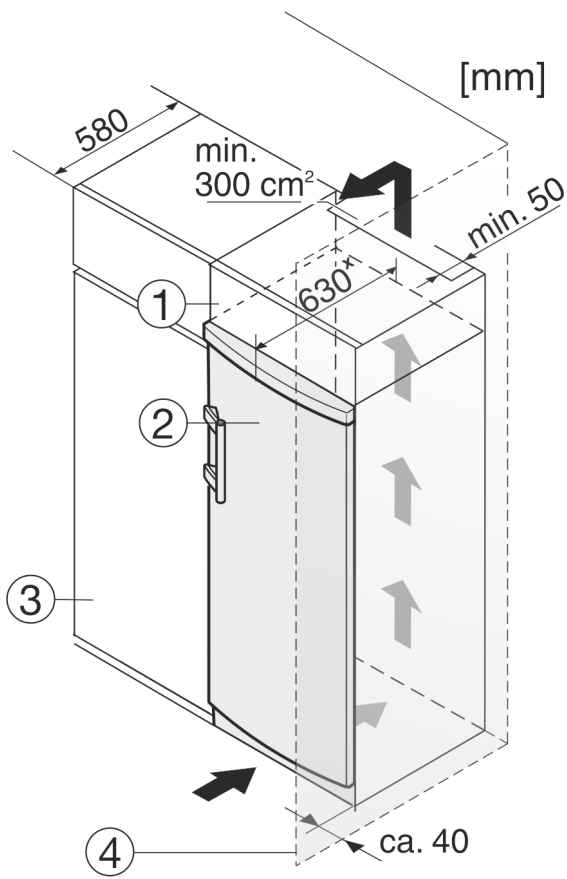

Fig. 9
Устройство может быть окружено предметами кухонной обстановки. Чтобы уравнять устройство *Fig. 9 (2)* по высоте с кухонной стенкой, можно установить над устройством соответствующий дополнительный шкафчик *Fig. 9 (1)*.
При комбинировании с кухонными шкафами (глубина макс. 580 мм) устройство можно установить непосредственно рядом с кухонным шкафом *Fig. 9 (3)*. Устройство выступает сбоку на 34 мм\* и по центру на 50 мм\* относительно передней стенки кухонного шкафа.
Если устройство установлено на шарнирах у стены *Fig. 9 (4)*, то расстояние между устройством и стеной должно быть не менее 40 мм. Настолько выступает ручка при открытой дверце.